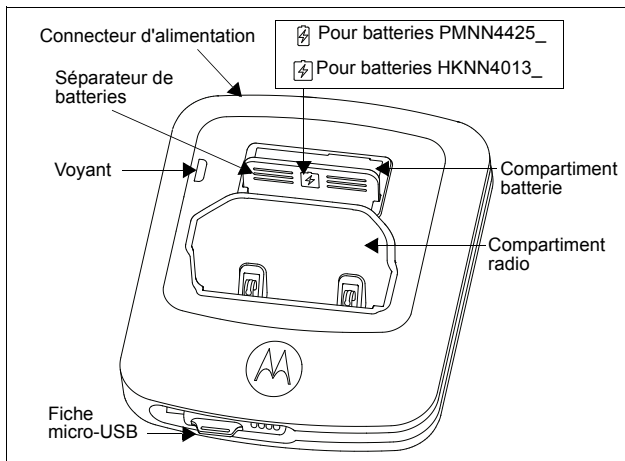

Figure 1 : Chargeur triple
- a. Tirez le séparateur de batteries et faites-le tourner en fonction du type de batterie à charger, puis faites-le glisser dans son logement (voir Figure 1).